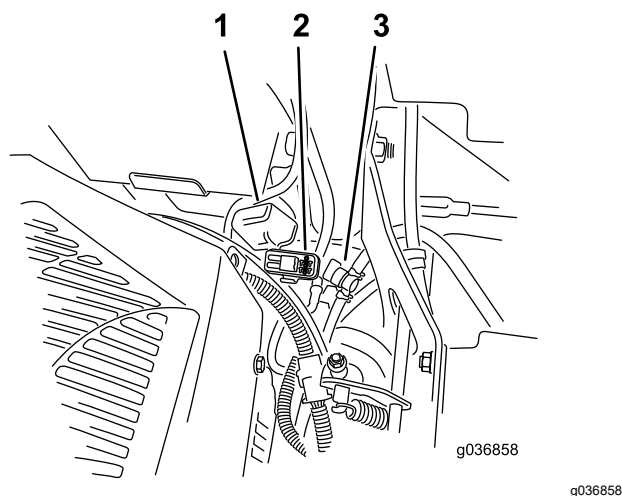

Figura 54
I fusibili sono posizionati sulla consolle di destra vicino al sedile (Figura 54).
2. Montate un fusibile nuovo (Figura 54).